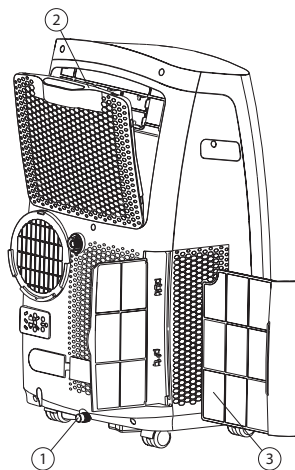

Рис. 1
- Слейте воду из поддона и установите на место резиновую заглушку на поддон для слива конденсата (рис. 1, п. 1).
- Извлеките фильтры (рис. 1, п. 2-3);